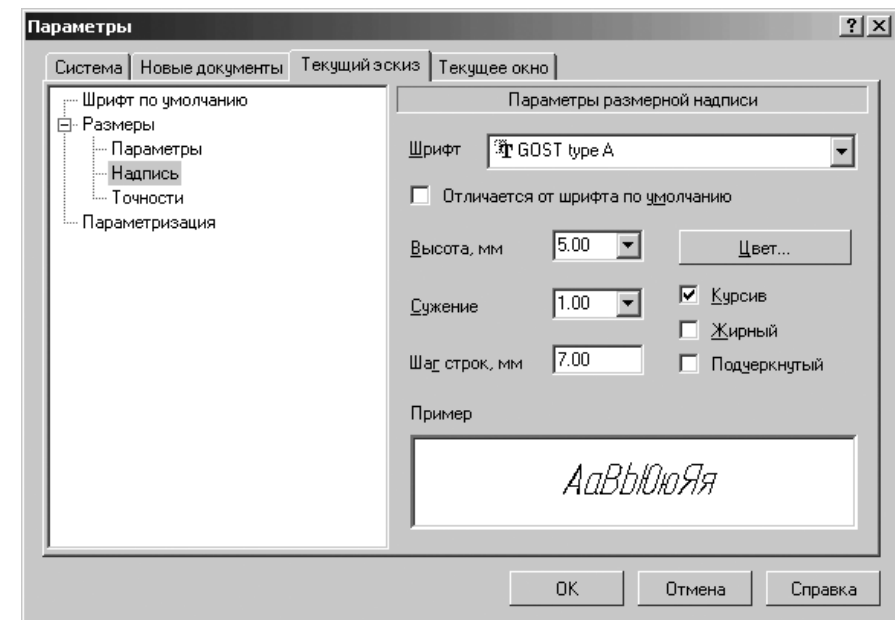

Рис. 3.29. Диалоговое окно **Параметры** с открытой вкладкой **Текущий эскиз** с открытой панелью **Параметры размерной надписи**
- установите в разделе **Параметры размерной надписи** нужные параметры, например, те, которые показаны на рис. 3.29.